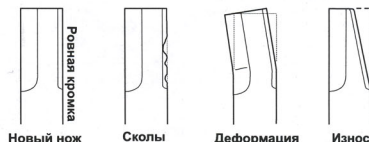

Рис. 18.
- 1 Убедитесь, что на ноже (S) отсутствуют признаки деформации, износа и повреждений. (См. рис. 18.)
- 2 Если нож (S) или его крепежные болты (Т) изношены, сломаны или деформированы, замените их на оригинальные новые.